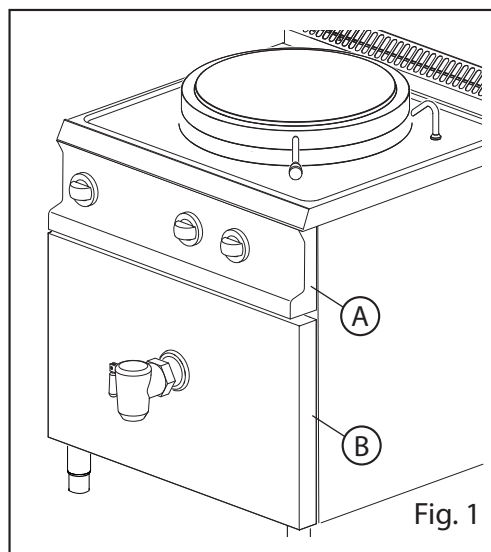

Fig. 1
1. Smontare le manopole e il cruscotto (Fig. 1/A)
- Rimuovere il pannello inferiore (Fig. 1/B)
1. Il cruscotto, le manopole (Fig. 1/A) e il pannello (Fig. 1/B)